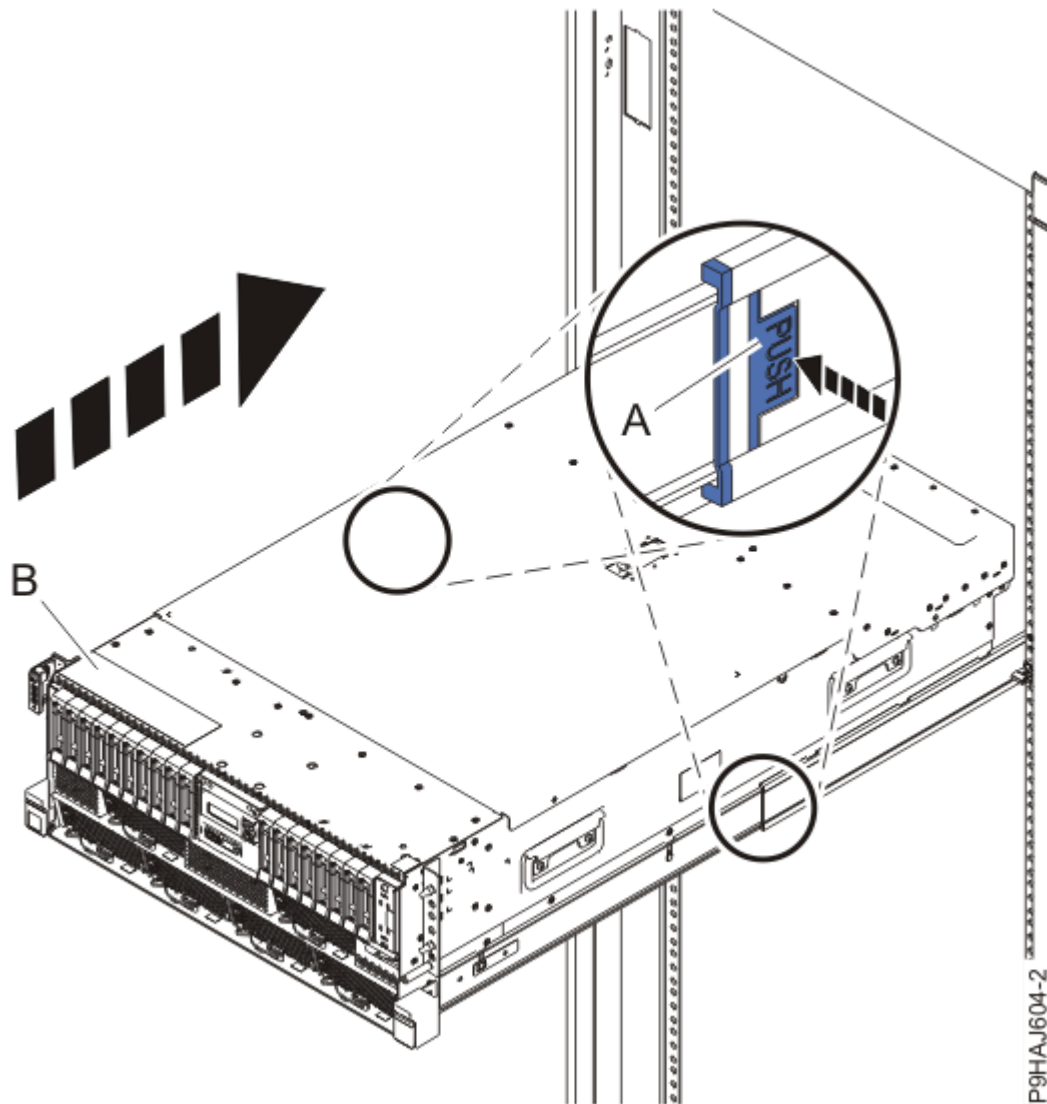

Abbildung 17. System in die Betriebsposition bringen
3. Entsperren Sie bei einem Einschubsystem die blauen Schienensicherungsverriegelungen (**A**), indem Sie sie nach innen drücken (siehe Abbildung 17 auf Seite 20).